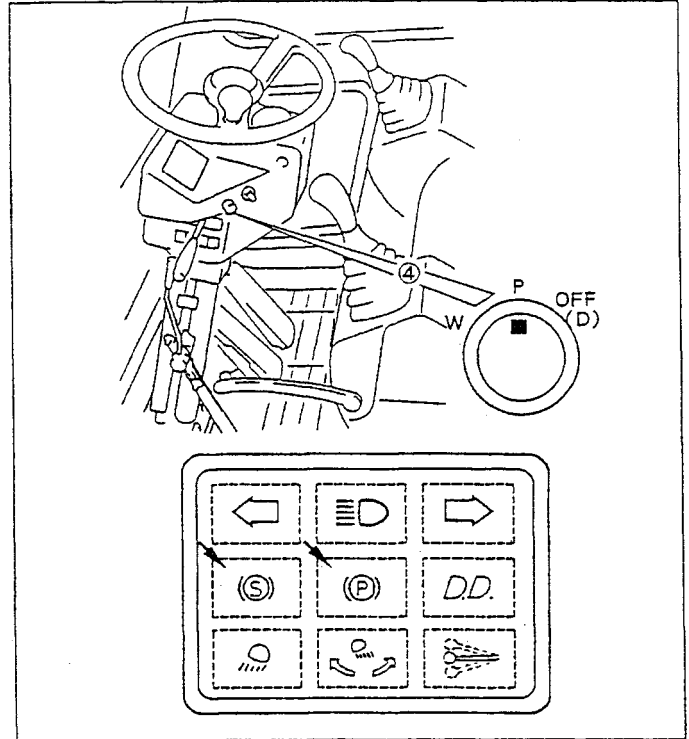

FIGURE 2.25
BRAKE MODE CHANGE SWITCH ④- FIGURE 2.25